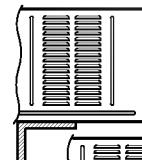

Figura 1
2. Conecte una manguera de purga al tubo de purga como se muestra en la Figura 1.